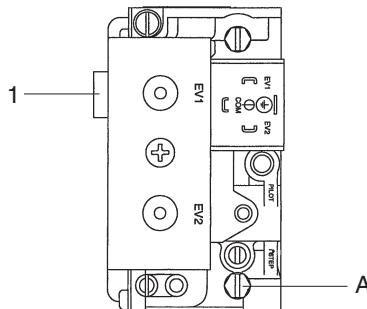

Fig. 3.7
- Avvitare fino a fine corsa la vite (1) del regolatore di pressione (fig. 3.7).
- Svitare di circa 3 giri la vite della presa di pressione (A) e collegare il manometro (fig. 3.7).